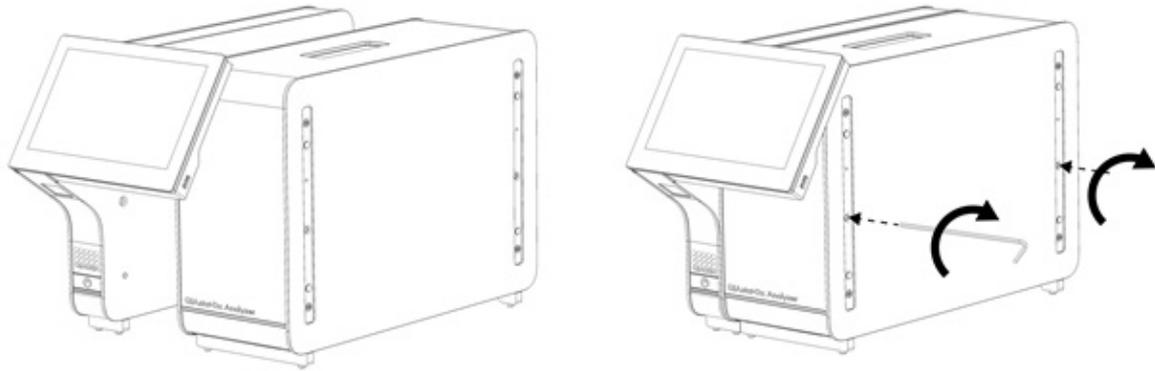

Figura 6. Conectando o Módulo operacional ao Módulo analítico.
3. Remova o Módulo operacional da respectiva caixa e encaixe-o do lado esquerdo do Módulo analítico. Aperte os parafusos com a Ferramenta de montagem do Módulo analítico-operacional fornecida com o QIAstat-Dx Analyzer 2.0 (Figura 6).